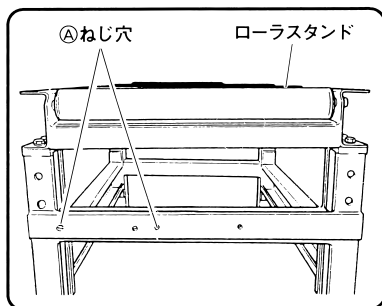
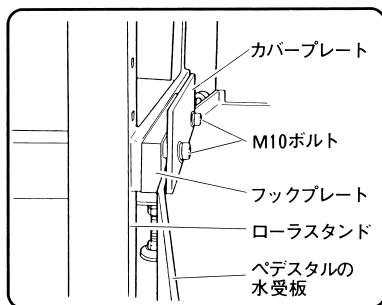

図7
図8
(1) M10ボルトをゆるめ、ローラスタンドに取付けてあるコネクタプレート、フックプレート、カバープレートを取りはずしてください。
(2) 図8のようにフックプレートとカバープレートでペDESTALの水受板をはさみます。M10ボルト (2本) は、図7のAねじ穴に仮止めしてください。
(3) ローラスタンドの高さをロータリバンドソーのベースの高さに調整します。
(4) ローラスタンドの高さ調整後、M10ボルト (2本) を締付け、ローラスタンドを固定します。(図7)
- 注** • ローラスタンドをペDESTAL後面に取付ける場合は、フックプレート（図8参照）は使用しません。大切に保管してください。